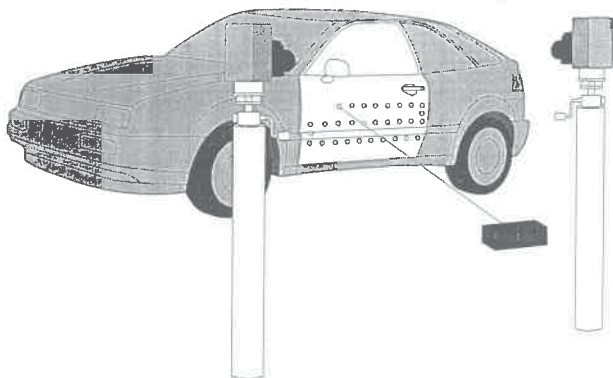

Fig. 6. Digitizing of car body.
- **Digitalisation des surfaces à forme libre :** MNS peut rapidement numériser un modèle entier de carrosserie automobile en utilisant un scanneur laser (Section 2.3) comme le montre la Figure 6.